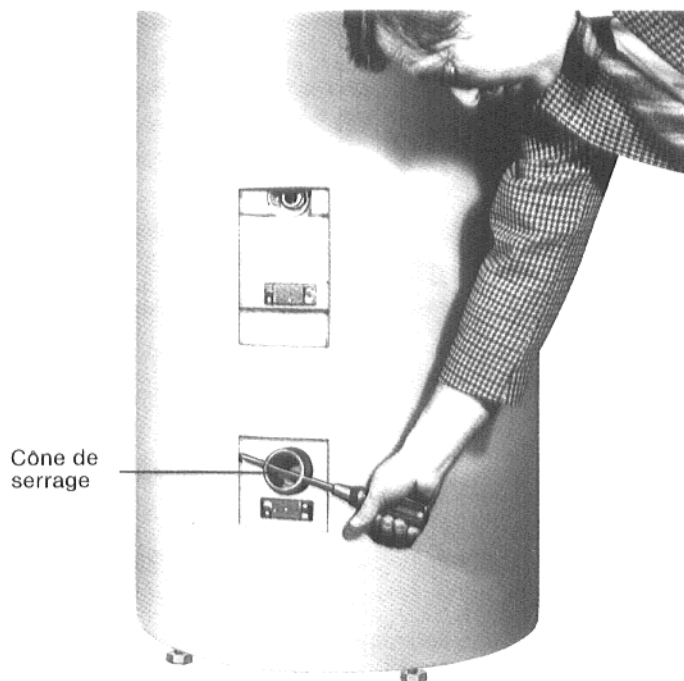

Fig. 1
2. Dévisser le cône de serrage (2"), en cas de besoin, utiliser une clé serre-tubes (Fig. 1).